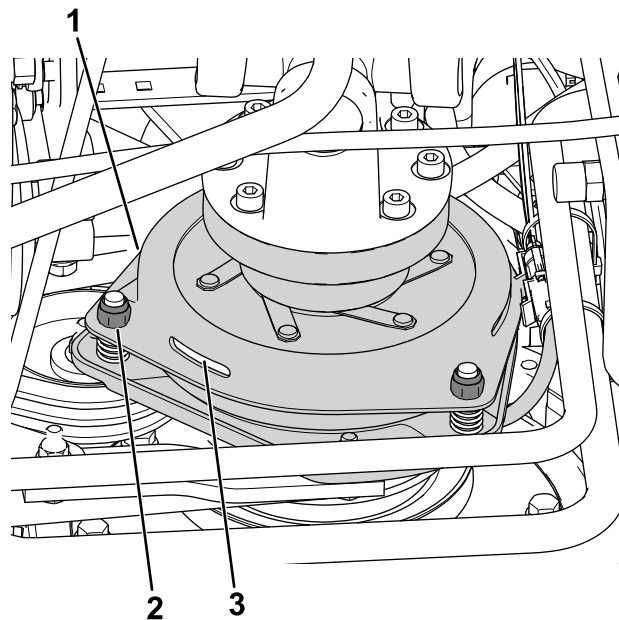

Figure 80
- Réglez l'entrefer de façon à pouvoir passer une jauge d'épaisseur de 0,3 mm (0,012 po) entre la garniture d'embrayage et la plaque de frottement en poussant légèrement (Figure 80).
Remarque: Pour diminuer l'entrefer, tournez les écrous de réglage dans le sens horaire (Figure 80). L'entrefer ne doit pas dépasser 0,6 mm (0,024 po). Réglez les 3 entrefers à 0,4 mm (0,012 po).